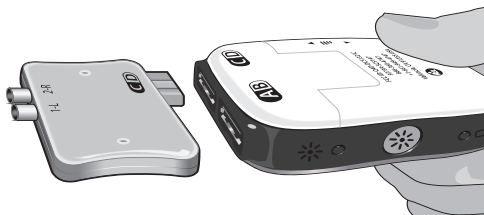

Figur 7: 1x8 operationsrumskabler og forlænger
1. Sæt operationsrumskabelforlængerens på operationskablet (Figur 7).